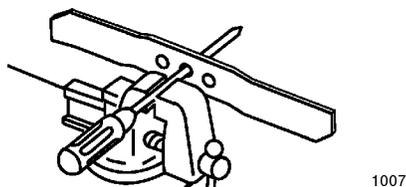

Figure 29
1. Vérifiez l'équilibre de la lame en enfilant le trou central sur un clou ou la tige d'un tournevis serré horizontalement dans un étau (Fig. 29).